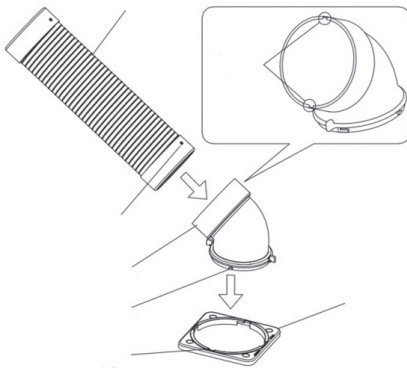

Рис. 4
2. Установите воздуховод для холодного воздуха на поворотное колено и поверните влево. см. рис. 4